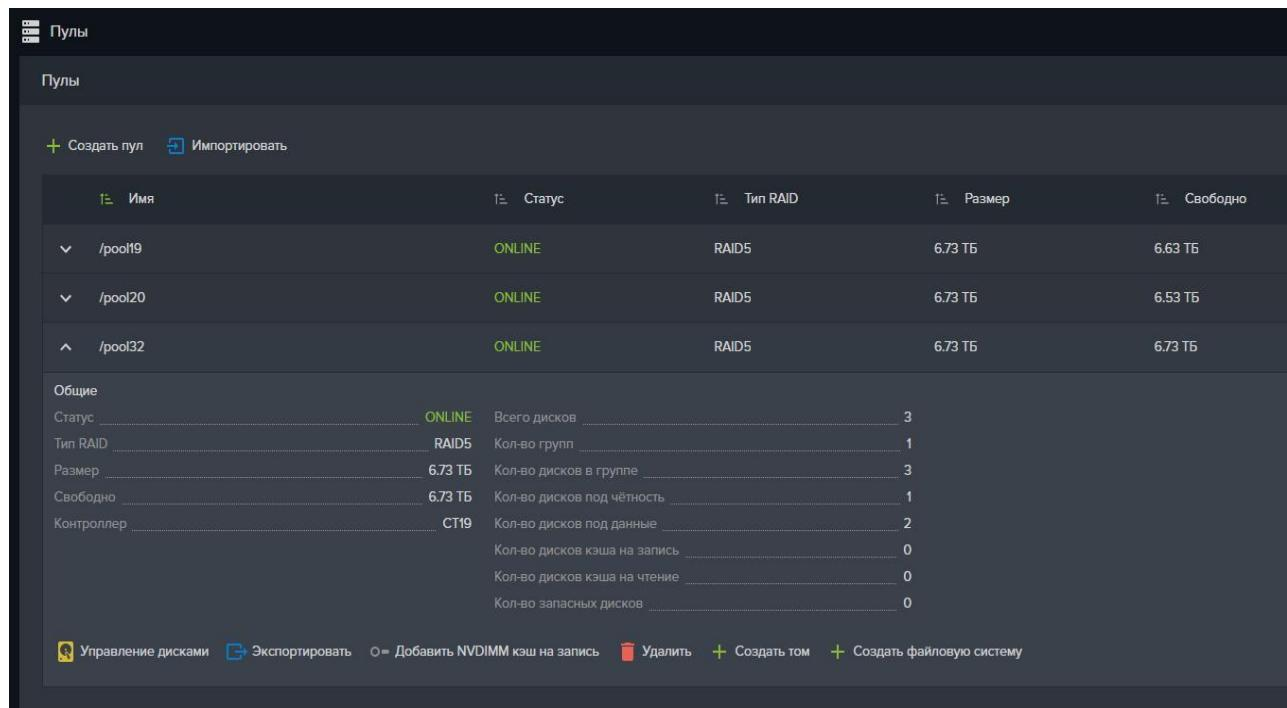

Рисунок 68. Вкладка меню «Пулы».
1. Перейдите на вкладку меню «Дисковое пространство» → «Пулы» (см. Рисунок 68);